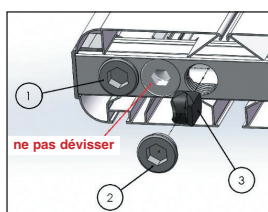

FIGURE 1
- A (fig. 1) Dévisser le bouchon 2 avec une clé hexagonale de 12
- B (fig. 1) Avec un tournevis plat insérer l'obturateur 3 (art. A052) dans le trou fileté et introduire dans le collecteur jusqu'au verrouillage complet
- D Raccordement des robinets par le bas: enlever les bouchons 1 et 2 (fig. 1), insérer l'obturateur de la manière indiquée au point B pour garantir la bonne circulation du fluide, remplacer les bouchons 1 et 2 par des réductions 3/4"-1/2" siège conique (art. A350) ou bien des réductions siège plat (art. A351).